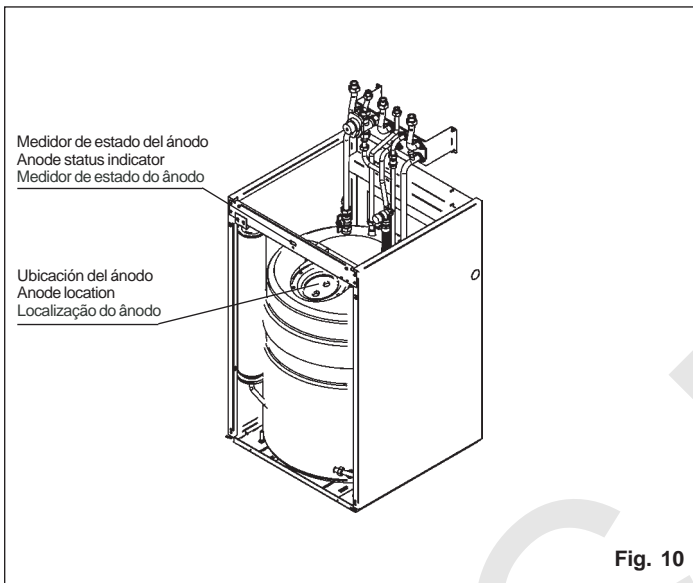

Fig. 10
Es por ello que debe verificarse periódicamente el estado de dicho ánodo pulsando el botón del medidor de estado de ánodo incluido en todos los depósitos (ver fig. 10). Si se pulsa el botón y el indicador queda en la zona roja el ánodo debe ser sustituido.
- Enamelled cylinders carry a 5-year guarantee. Such a guarantee shall become null and void should the protection anode fitted in these cylinders be spent and not replaced. For that reason, the condition of the anode should be checked periodically by pressing the anode status indicator button which is fitted on all the cylinders (ver fig. 10). If the button is pressed and the indicator remains in the red area, the anode must be replaced.
- Os acumuladores esmaltados têm uma garantia de 5 anos. Esta garantia deixará de ser válida se o ânodo incorporado no depósito se consumir e não for substituído. Por esse motivo, o estado do ânodo deverá ser verificado periodicamente pressionando o botão do medidor do estado do ânodo presente em todos os depósitos (ver fig. 10). Se, ao pressionar o botão, o indicador ficar situado na zona vermelha, o ânodo deverá ser substituído.